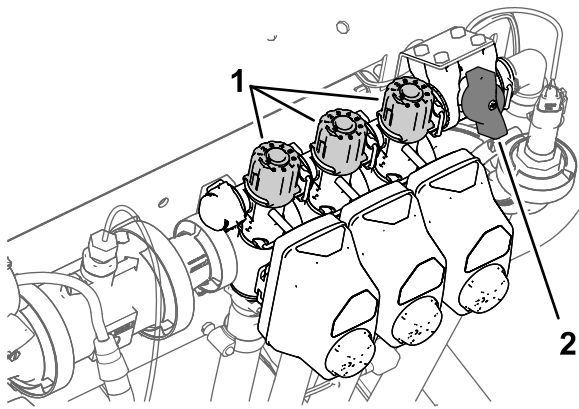

Bild 39
- Stellen Sie den linken Abschnittschalter ab und stellen das Handrad für das Abschnittsicherheitsventil (Bild 39) ein, bis die angezeigte Dosierung dem vorherigen Niveau gemäß der Tabelle entspricht.
11. Stellen Sie das Handrad für das rechte Abschnittsicherheitsventil (Bild 39) ein, bis die Dosierung gemäß der Tabelle am vorherigen Niveau liegt.
13. Stellen Sie das Handrad für das mittlere Abschnittsicherheitsventil (Bild 39) ein, bis die Dosierung gemäß der Tabelle am vorherigen Niveau liegt.